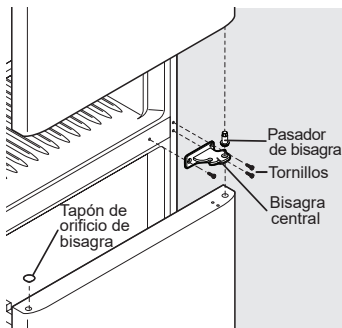

figura 2
- Con un destornillador de cabeza Torx T25, retire los 3 tornillos de la bisagra central y coloque la bisagra central a un lado (consulte la Figura 2).